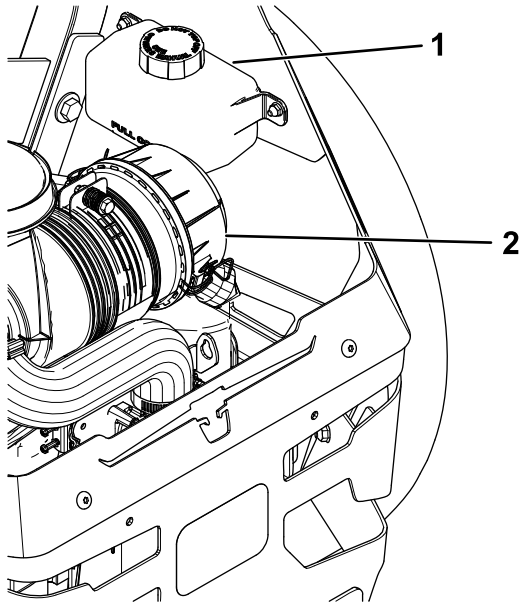

Figure 65
2. Vérifiez le niveau dans le vase d'expansion et faites l'appoint d'huile Toro® HYPR-OIL™ 500 au besoin pour faire monter le niveau jusqu'au repère maximum à froid (FULL COLD) (Figure 65).